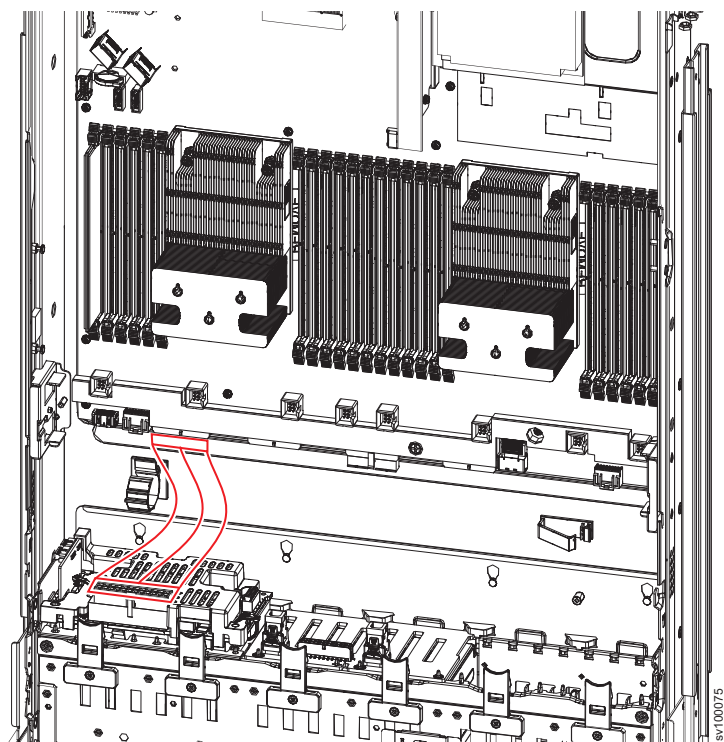

图 101. 2145-SV1 电池底板电源线
5. 拔下电池底板和主板之间的电源线，如 第 123 页的图 101 中所示。